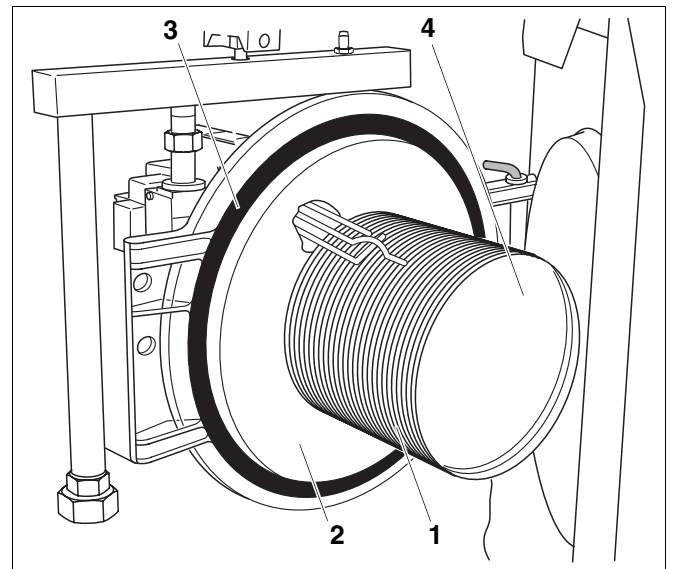

Abb. 27 Brenner inspizieren
- Gewebeoberfläche (Abb. 27, **Pos. 1**) des Brennstabs auf Beschädigungen prüfen.
- Blech- und Schweißnaht (Abb. 27, **Pos. 4**) auf Risse prüfen.
- Wärmeschutz (Abb. 27, **Pos. 2**) auf grobe Beschädigung (Risse, Brüche) überprüfen.
- Dichtung (Abb. 27, **Pos. 3**) der Brennertür auf Durchgängigkeit, Porosität und andere Beschädigungen überprüfen.